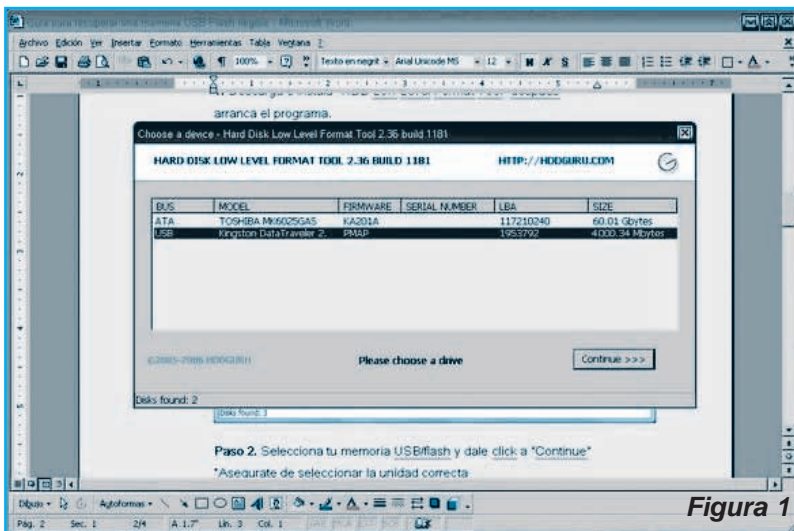

Figura 1
2. Ejecute el programa, aparecerá pantalla donde le mostrará todos los discos detectados por Windows, figura 1.